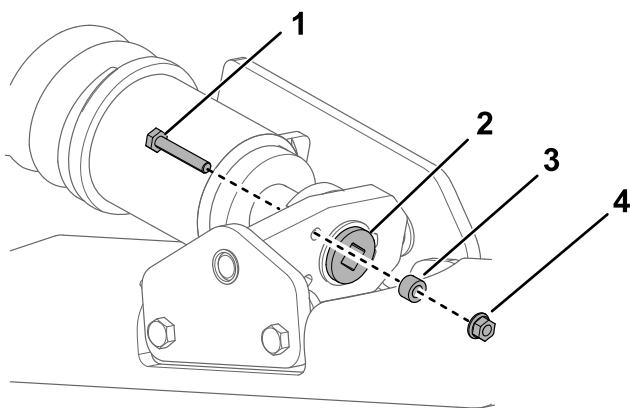

Bild 57
4. Entfernen Sie die Befestigungsschraube, Distanzstück und Mutter (Bild 57).
6. Fluchten Sie die am nächsten liegende Kerbe in der Spannschraube mit dem Loch der Befestigungsschraube aus und befestigen Sie die Schraube mit der Befestigungsschraube und Mutter (Bild 57).
7. Entfernen Sie die Befestigungsschraube, Distanzstück und Mutter (Bild 57).
8. Lösen Sie die Antriebsspannung mit einer Ratsche ($\frac{1}{2}$ "), indem Sie die Spannschraube nach rechts drehen (Bild 57 und Bild 61).